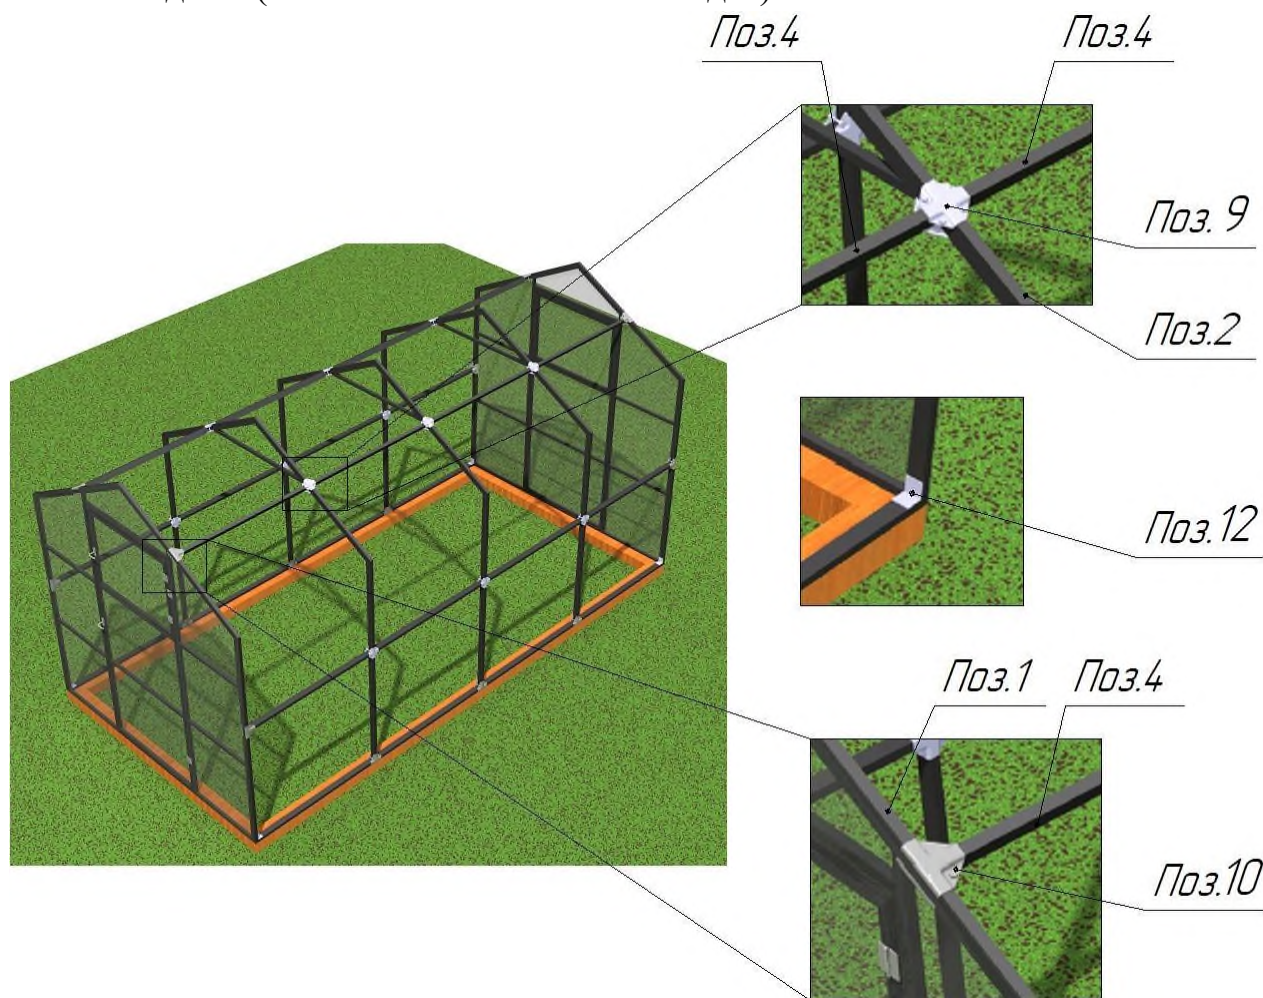

Рис.10 Сборка каркаса
10. Соединить обе полученные конструкции стяжкой **Поз.4** путем вставки поочередно обеих ее торцов в крепление-спайдер «Х-образный» **Поз.9** и крепление-спайдер «Т-образный» **Поз.10** с последующей затяжкой (рис.10).
11. Соединить снизу торцы с основанием с помощью крепежного уголка 40х40х40 **Поз.12** и саморезов **Поз. 16** (рис.10).
12. Выставить теплицу таким образом, чтобы металлический каркас торцов был заподлицо с фундаментом (брусом), а поликарбонат перекрывал часть фундамента. (рис.10).